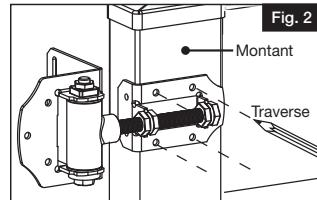
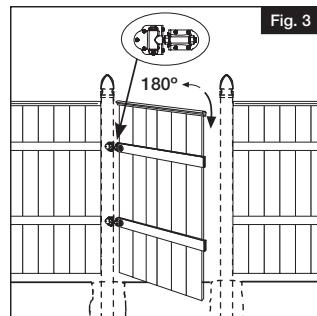

Fig. 2
Fig. 3
- Installer la charnière sur le montant de la barrière (Fig. 2). On peut régler la barrière pour qu'elle oscille jusqu'à 180 degrés, soit manuellement ou au moyen d'un mécanisme à fermeture automatique (Fig. 3).